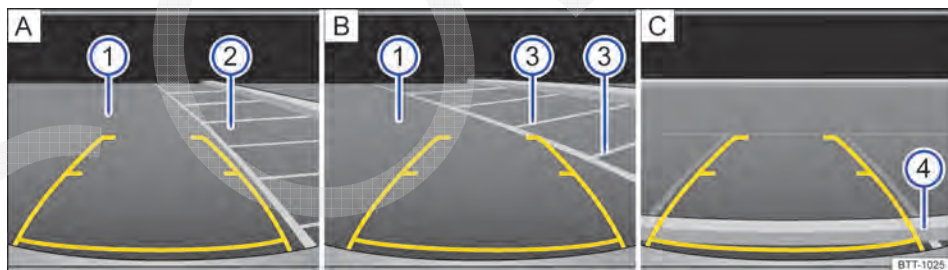

Fig. 160 Exibição do display do rádio ou do sistema de navegação: entrar na vaga de estacionamento com câmera de marcha à ré, modo 1.
Legenda para a representação esquemática Fig. 160:
2.	Posicionar o veículo na frente da vaga de estacionamento ② ⇒ Fig. 160 A.
4.	Conduzir para trás devagar e manobrar de modo que as guias amarelas laterais conduzam para a vaga de estacionamento selecionada ② B. Observar a seguinte mensagem: Controlar a trajetória do veículo! ⇒ ⚠ em Introdução ao tema na página 236!
5.	Alinhar o veículo na vaga de estacionamento selecionada de modo que as guias amarelas laterais fiquem em cima das linhas de limitação lateral ③.
6.	Parar o veículo o mais tardar ao atingir a guia vermelha horizontal de limitação traseira, por exemplo, meio-fio ④ C.